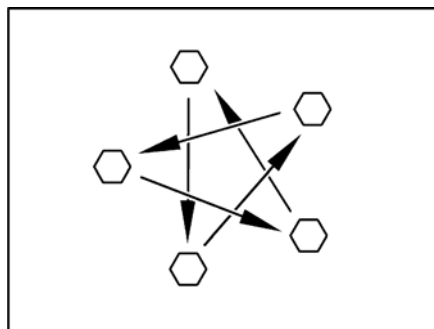

Bild 319 Dra åt hjulmuttrarna eller hjulbultarna korsvis
- Kontrollera regelbundet att hjulmuttrarna eller hjulbultarna är ordentligt åtdragna. Om du har bytt däck ska hjulmuttrarna eller hjulbultarna dras åt korsvis efter 5 mils körning (Bild 319).
- ▷ Dra åt hjulmuttrarna eller hjulbultarna korsvis (Bild 319).